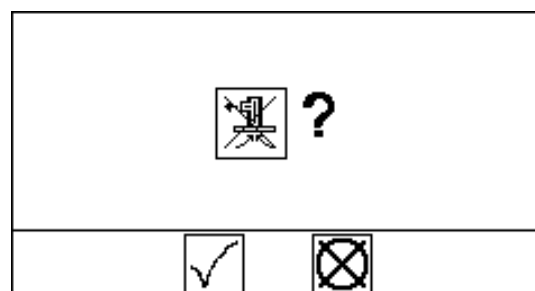
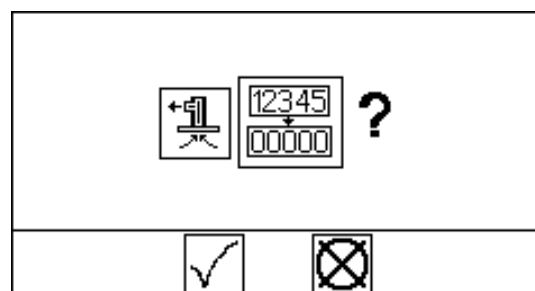

FIG. 22: Conferma dell'uscita dalla modalità di adescamento
FIG. 23: Conferma azzeramento del contatore del tempo di adescamento
**NOTA:** Per uscire dalla modalità di adescamento prima che il timer si esaurisca, premere il tasto di adescamento della pompa . All'operatore viene chiesto di confermare. Vedere la FIG. 22. Selezionare  per uscire dall'adescamento.
**NOTA:** Per estendere il conteggio del timer di adescamento, selezionare  nella FIG. 22. Sul display viene visualizzato un prompt che chiede all'operatore di confermare. Vedere la FIG. 23. Selezionare  per azzerare.